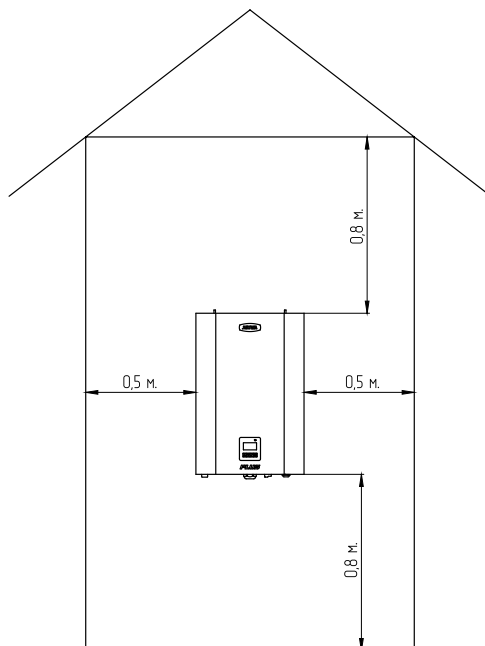

Рис.5 Схема размещения котла в котельной
6.1.1. При монтаже котла необходимо выдерживать минимальные расстояния до стен, пола и потолка, указанных на Рис.5. Расстояния необходимо соблюдать для удобства эксплуатации и сервисного обслуживания.